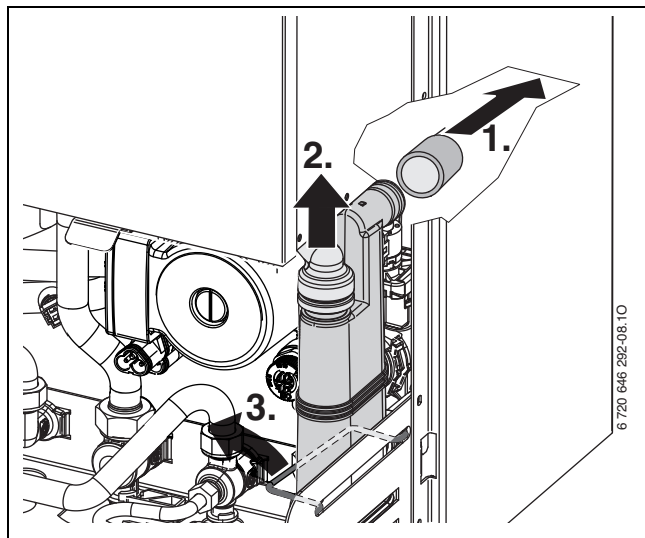

Fig. 50
- Démonter le siphon des condensats (→ fig. 50) et placer un récipient approprié en dessous.